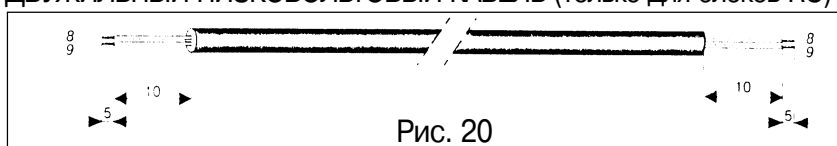

Рис. 20
5. Подготовьте для соединения конец двухжильного кабеля, как показано на рис. 20.